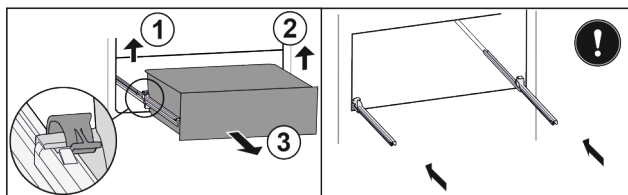

Fig. 18*
- ▶ Повдигнете лявата скоба и едновременно с това изтеглете напред чекмеджето отляво Fig. 18 (1).*
- ▶ Повдигнете дясната скоба и едновременно с това изтеглете напред чекмеджето отдясно Fig. 18 (2).*
- ▶ Извадете чекмеджето напред Fig. 18 (3).*